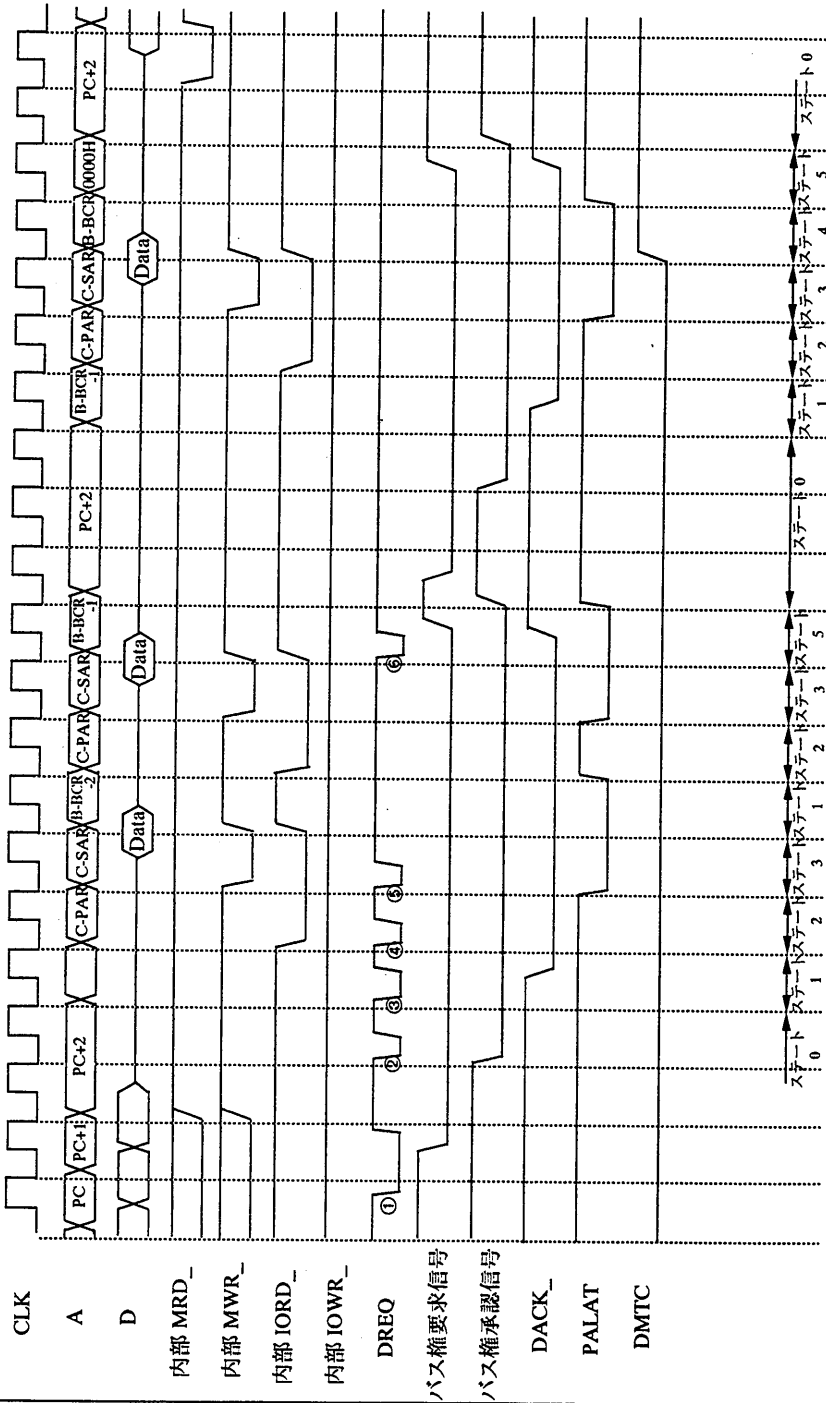

図 7-4 I/O → メモリ転送 (シングル転送モード、DREQ 極性 “↓エッジ”)
ここからの説明は図7-4~図7-6を合わせて御覧下さい。また、これらの図や以下の説明では、メモリアクセス信号やI/Oアクセス信号はMRD_, MWR_, IORD_
まずステート 0 の期間でかつそれまでに DREQ の有効エッジがなかった場合、DREQ (図7-4のDREQエッジ①) は受け付けられ、DMA動作が開始されます。
ステート 0 の期間でかつ既に DREQ の有効エッジがあった場合(図7-4のDREQエッジ②)、またはステート 1 の期間に DREQ の有効エッジがあった場合(図7-4のDREQエッジ③)、またはステート 2 の期間に DREQ の有効エッジがあった場合(図7-4のDREQエッジ④)、そのDREQは受け付けられません(記憶されません)。
ステート 3 で DREQ の有効エッジがあった場合 (図7-4のDREQエッジ⑤)、シングル転送モードながら連続して次の転送動作を行ないます。
ステート 5 で DREQ の有効エッジがあった場合 (図7-4のDREQエッジ⑥)、一旦KP27はバスを解放します
が、その1システムクロック後にすぐバス権を要求するため、CPUが命令の実行を行わないうちにバス権はKP27に移り、KP27は再びDMA動作を開始します(図7-4参照)。
信号もアサートします。こうして I/O リードされたデータを直接メモリに書き込み、1 バイト転送します(図7-4参照。この図では DREQ のエッジのタイミングと DMA 転送実行の様子も合わせて説明しています。シングル転送モードの項参照)。